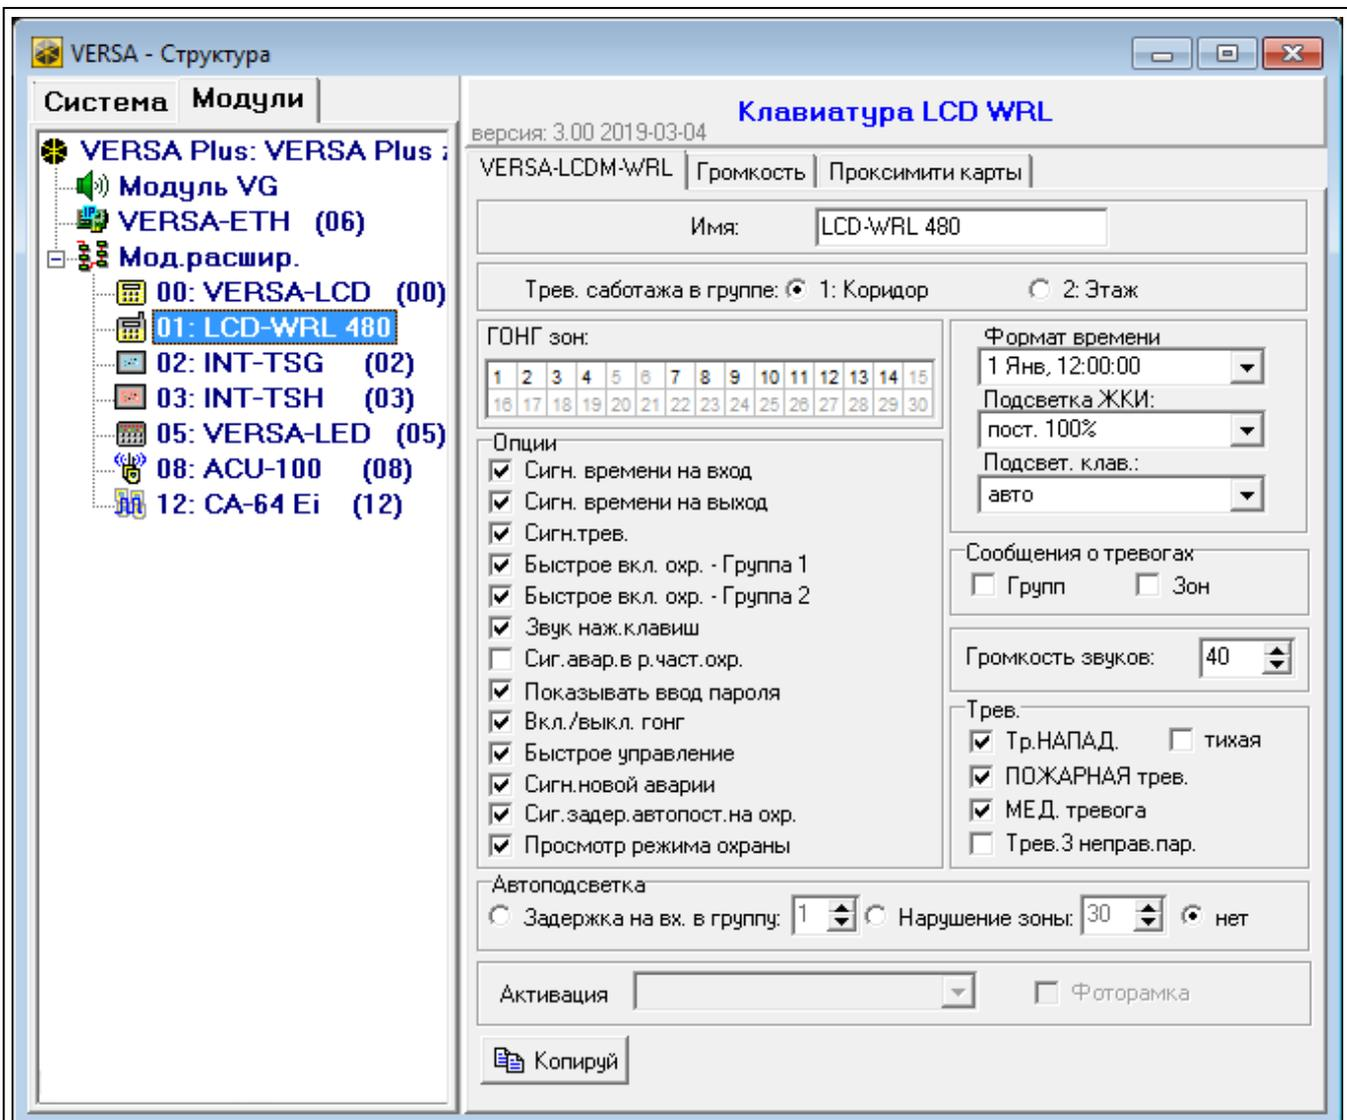

Рис. 4. Программа DloadX: установки клавиатуры, хранящиеся в приемно-контрольном приборе.
- программы DloadX: →окно "Versa – Структура" →закладка "Модули" →ветка "Модули расширения" →[название клавиатуры] (см.: рис. 4),